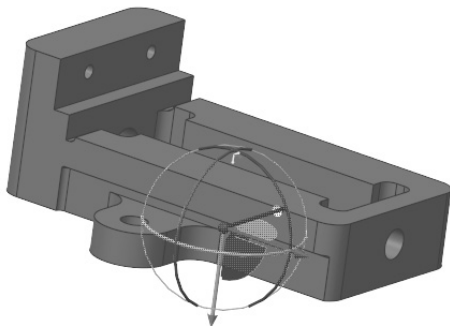

图 8-5 元件拖动器
- 元件拖动器: 当元件插入时, 模型上会显示拖动器, 如图 8-5 所示, 通过鼠标控制拖动器可以对模型按照 XYZ 三个方向进行平移和旋转操作。